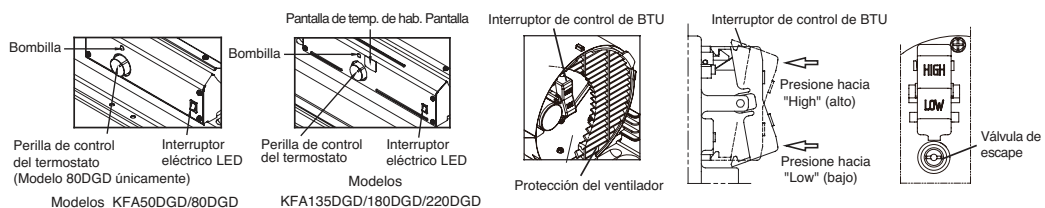

Figura 8. Controles para todos los modelos
5. Presione el "interruptor de control de BTU" al nivel "Alto" (Consulte la figura 8). (Modelo KFA135DGD/180DGD/220DGD únicamente)